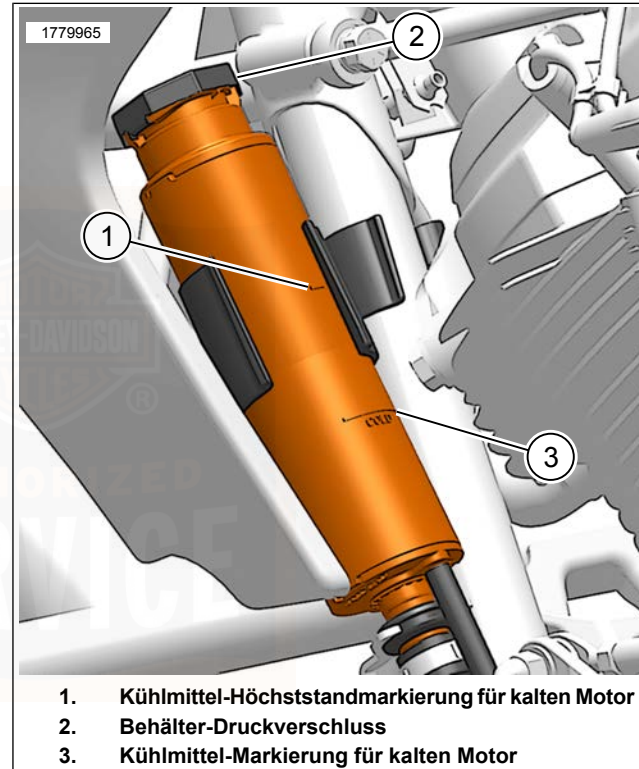

Abbildung 97. Kühlmittelstand
1. Siehe Abbildung 97. Prüfen, ob der Kühlmittelstand im Behälter zwischen der Kühlmittel-Höchststandmarkierung (1) und der Kühlmittel-Markierung für kalten Motor (3) liegt.
3. Siehe Abbildung 97. Den Druckverschluss (2) des Behälters entfernen.